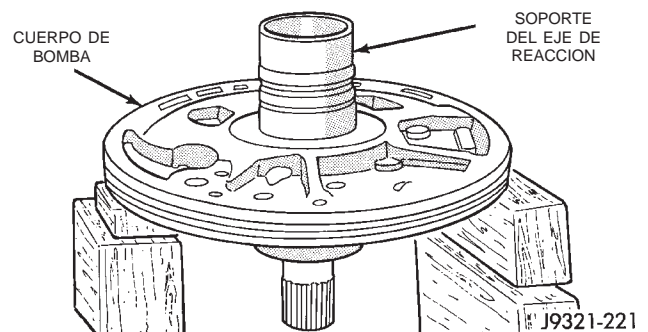

Fig. 129 Ensamblaje del soporte del eje de reacción y cuerpo de bomba
(8) Instale el soporte del eje de reacción en el cuerpo de bomba (Fig. 129).
(9) Alinee el soporte de reacción en el cuerpo de bomba. Use las marcas de alineación que se hicieron en los procedimientos de desensamblaje. O bien, haga girar el soporte hasta que todos los orificios para pernos en el soporte y el cuerpo de bomba estén alineados (los orificios tienen un decalaje para un encaje unidireccional).